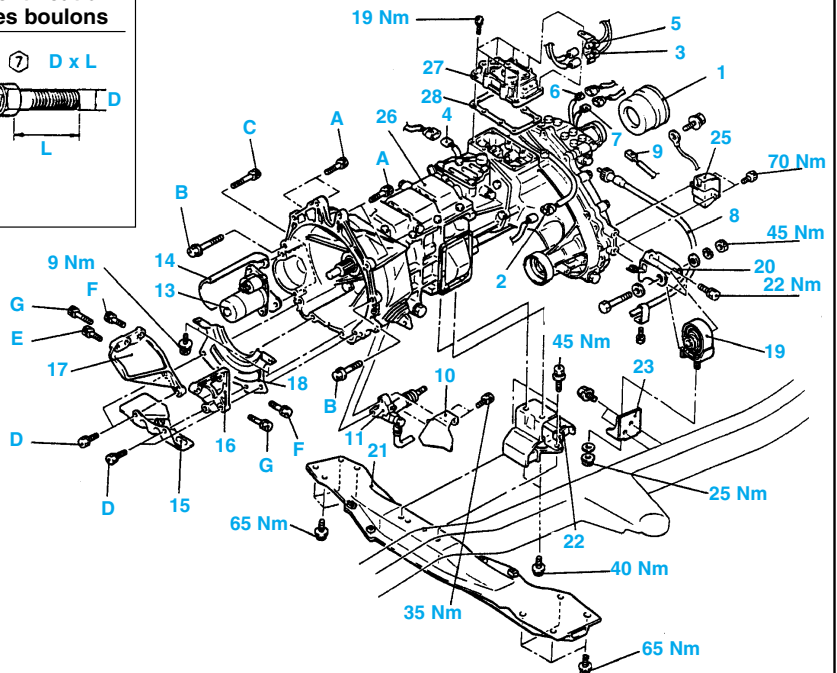

fig. BVM. 3
- Opérations précédant la dépose et succédant à la pose (fig. BVM 3) :
- Procéder à la dépose dans l'ordre suivant (fig. BVM. 3) :